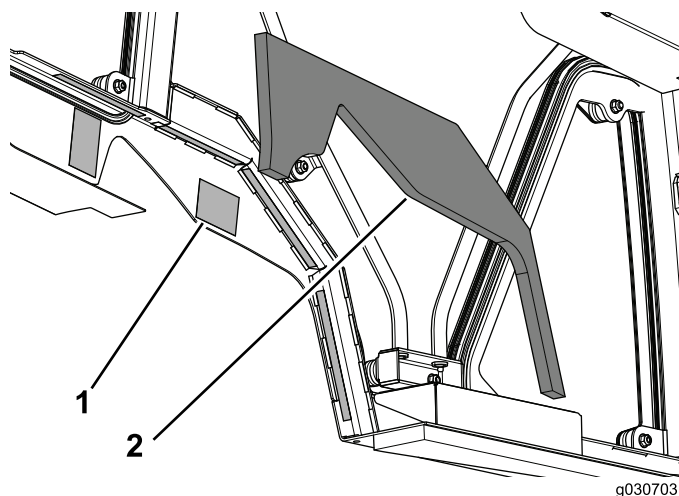

Figura 13
3. Retire el papel protector de la cinta de doble cara en ambos lados de la cabina (Figura 13).
4. Aplique la espuma izquierda del depósito a la cabina (Figura 13).